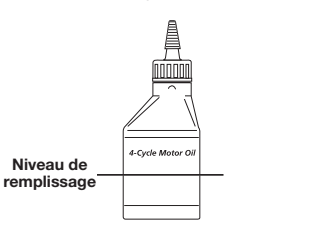

Fig. 16
- REMARQUE** : Utilisez le flacon et le bec de la première utilisation pour mesurer la quantité d'huile correcte. La ligne de remplissage sur l'étiquette du flacon mesure environ 60 ml (2,03 oz) (Fig. 16).